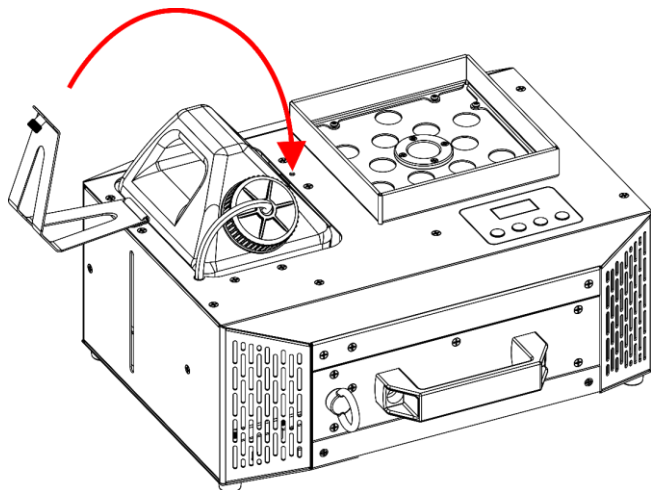

Fig. 36
- 11) Inclinare la **staffa per il serbatoio del liquido (03)**, come mostrato nella Fig. 36.